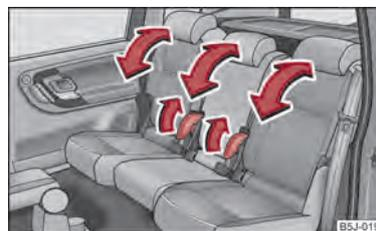

Fig. 38 Ajuste del respaldo
- Tirar de la palanca ⇒ fig. 38 y ajustar la inclinación de respaldo la deseada.
- Tirar de la palanca ⇒ fig. 38 y abatir el respaldo completamente hacia delante.